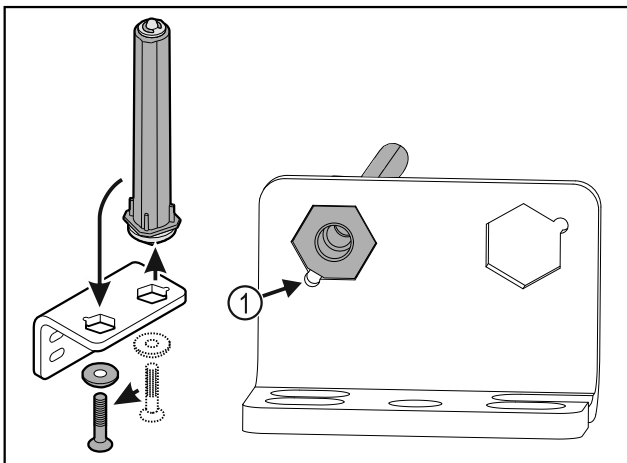

Fig. 33
- ▶ Dbajte na to, aby pri nasadzovaní ukazoval úkos čapu Fig. 33 (1) k okrúhlemu otvoru.